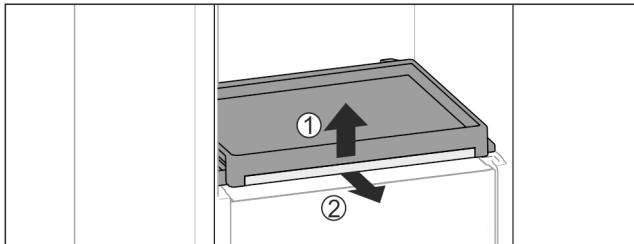

Fig. 111
- ▶ Извадете изтеглящата се дъска със стъклена плоча: Повдигнете леко отпред стъклена плоча Fig. 111 (1) и я изтеглете напред Fig. 111 (2).